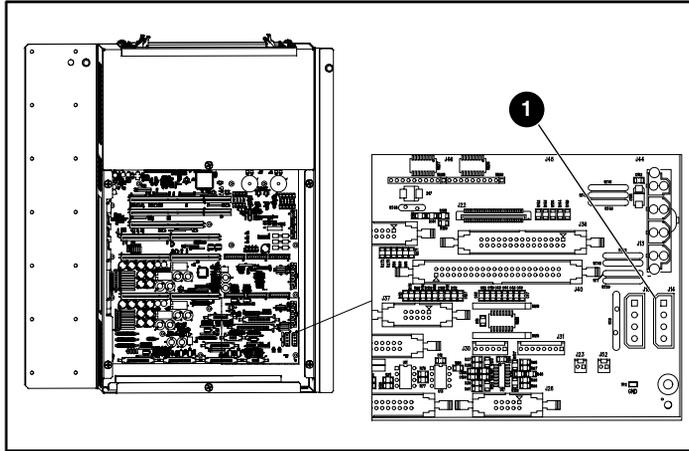

Figura 6: Conexión a J14
5. Conecte el cable de alimentación del ventilador al chasis de PCI (consulte la Figura 6):
6. Enchufe el módulo de ventilación en J14, en el panel posterior PCI (consulte la Figura 6).